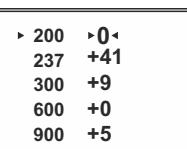

Рис.8
- Значения (например, +41; +9; -19), указанные справа от дистанций, означают количество кликов по оси Y, на которое положение метки на других дистанциях отличается от положения метки в базовой дистанции (рис.8).